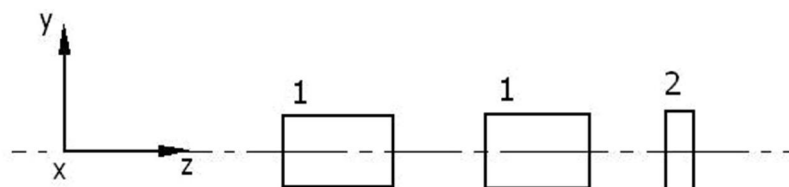

Рисунок 3.2 – Схема электрооптического затвора:
Схема электрооптического затвора приведена на рис. 3.2. Он состоит из двух кристаллов DKDP (1) и анализатора (2), пропускающего излучение, поляризованное по оси  $y$ , работающего на основании поперечного эффекта Поккельса.